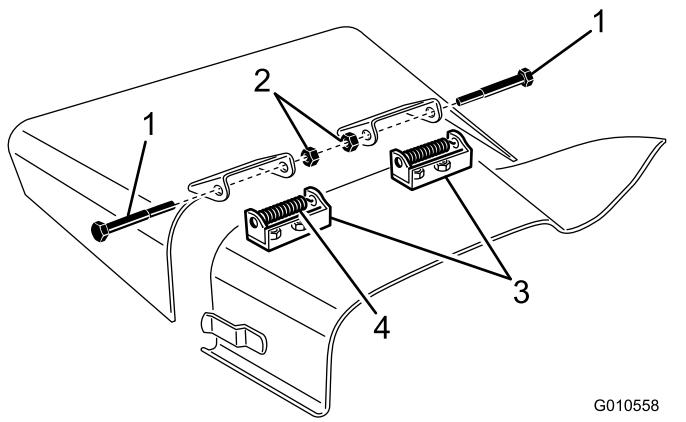

Bild 31
5. Entfernen Sie die Schlossschrauben und die Muttern, um die Schwenkhalterung abzunehmen (Bild 31).
4. Entfernen Sie die zwei Kopfschrauben, Sicherungsmuttern und Federn, mit denen die Befestigungen des Ablenkblechs an den Schwenkhalterungen befestigt sind (Bild 31).